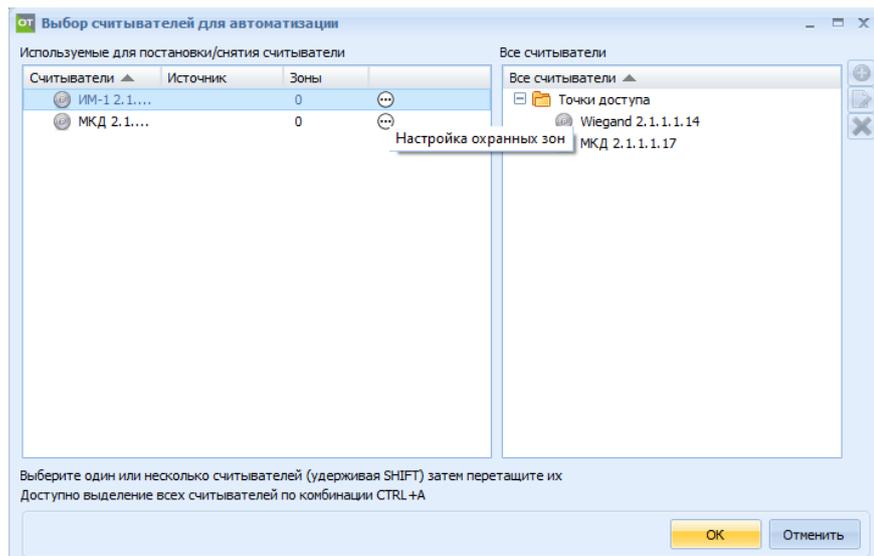
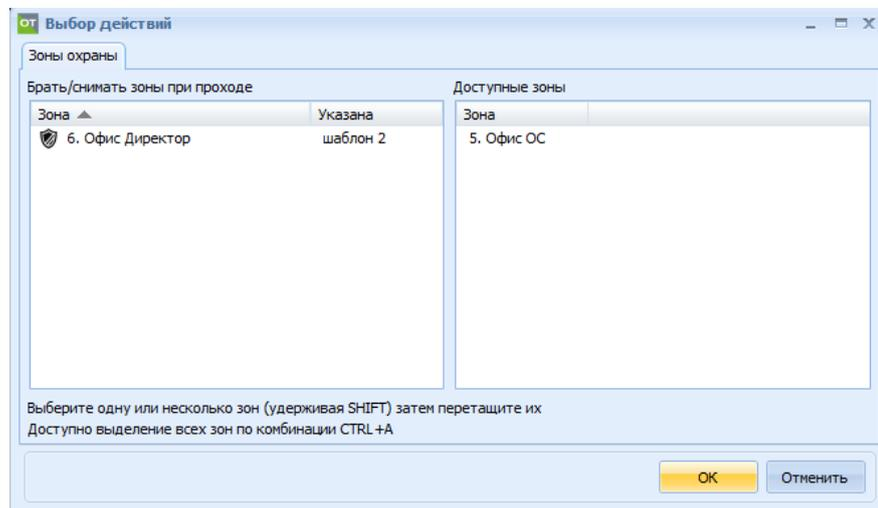

Рисунок 25.33 – Окно «Выбор считывателей для автоматизации»
Рисунок 25.34 – Окно «Выбор действий»
– Автоматизация – выбрать используемые для автоматизации считыватели (рисунок 25.33). Затем выбрать зоны для автоматической постановки / снятия при использовании идентификатора на этой точке прохода (рисунок 25.34).